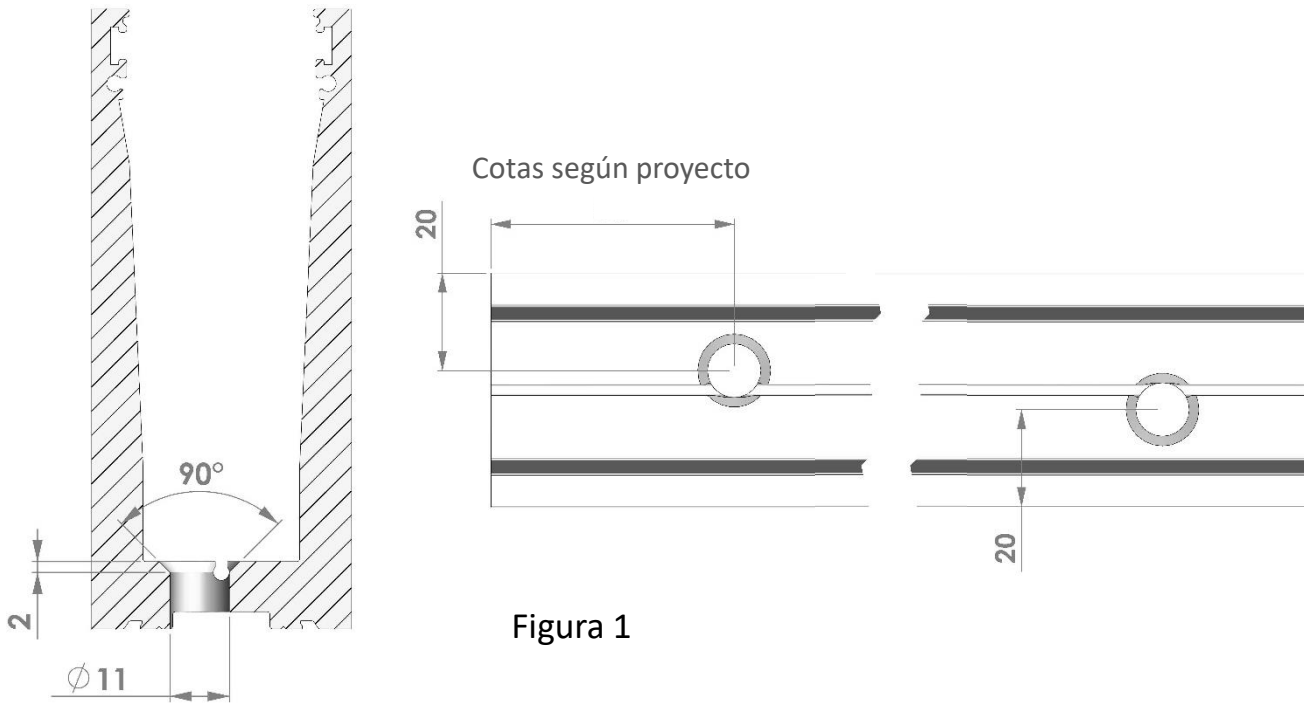

Figura 1
- Realizar los taladros de D11 mm de fijación en el Perfil “U” a las cotas que aparecen indicadas en la hoja de mecanizado del proyecto (Las cotas aparecen reflejadas de izquierda a derecha). Los taladros se realizan en “zigzag” a 20 mm de las paredes exteriores del perfil (Figura 1).